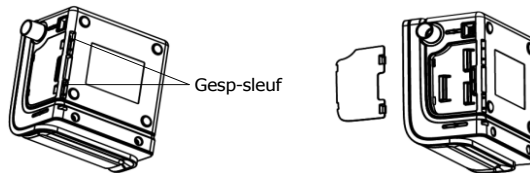

Fig. 4-1
- (1) Draai het hoofdapparaat om en zoek naar de gesp-sleuf aan de onderkant van het hoofdapparaat zoals aangegeven in Fig. 4-1.
- (2) Verwijder het schild door het invoegen van een plat gereedschap in de gesp-sleuf.